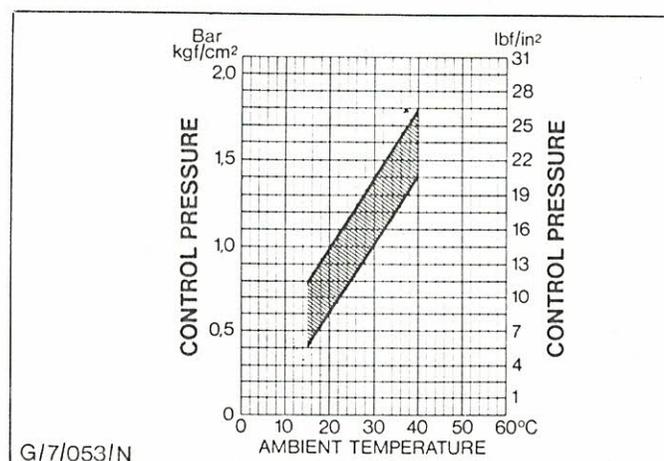

Abb.75 Steuerdruckdiagramm (kalter Motor)
- c) Umgebungstemperatur feststellen und Druck am Manometer ablesen. Werte mit dem Diagramm in den Technischen Daten vergleichen, Abb.75. Bei einer Umgebungstemperatur von 20° C sollte der Druckmesser einen Wert von 0,6 bis 1,0 bar anzeigen.